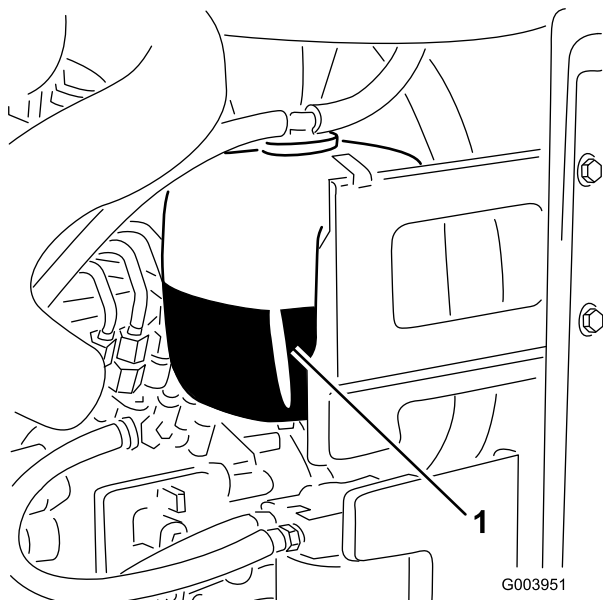

Figure 34
1. Vérifiez le niveau du liquide de refroidissement dans le vase d'expansion (Figure 34).